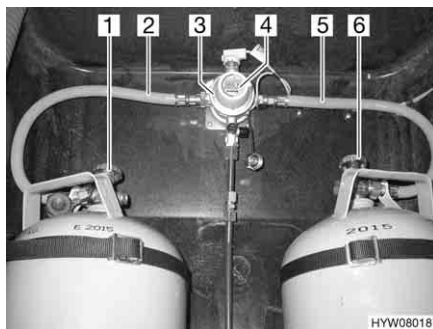
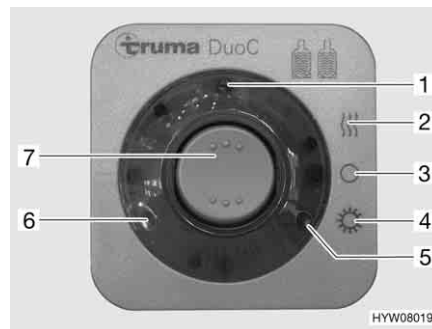

Fig. 46 Impianto di commutazione DuoControl
Fig. 47 Centralina di controllo
L'impianto di commutazione DuoControl è costituito da una valvola di commutazione (Fig. 46,3) e da una centralina di controllo (Fig. 47). La valvola di commutazione è installata tra i tubi del gas (Fig. 46,2 e 5). Con la manopola (Fig. 46,4) sulla valvola di commutazione è possibile stabilire, quale delle bombole del gas viene utilizzata come bombola in uso e quale bombola del gas viene utilizzata come bombola di riserva.
Sulla centralina di controllo (Fig. 47) possono venire azionate solo le funzioni elettriche. Le valvole principali di arresto delle bombole del gas (Fig. 46,1 e 6) devono essere aperti manualmente.
La valvola di commutazione garantisce una pressione del gas costante, indipendentemente da quale bombola provenga l'alimentazione del gas. Le due spie di controllo sulla centralina di controllo indicano il livello di riempimento della bombola in uso. Se è accesa la spia di controllo verde (Fig. 47,6), la bombola in uso è piena. Se è accesa la spia di controllo rossa (Fig. 47,5), la bombola in uso è vuota. Il rifornimento di gas avviene poi tramite la bombola di riserva.
- Aprire le valvole principali di arresto delle bombole del gas (Fig. 46,1 e 6).
- Con la manopola (Fig. 46,4) sulla valvola di commutazione (Fig. 46,3) selezionare la bombola del gas, da cui proviene la principale alimentazione del gas (bombola in uso).
- Sulla centralina di controllo (Fig. 47) attivare l'impianto di commutazione DuoControl.
Posizionare l'interruttore a bilico (Fig. 47,7) su funzionamento invernale "On e riscaldamento" (Fig. 47,2) oppure su funzionamento estivo "On" (Fig. 47,4). La valvola di commutazione è ora disareata. La spia di controllo gialla (Fig. 47,1) è accesa, se si seleziona la modalità di funzionamento invernale e l'impianto antighiaccio con regolatore è attivato.
- Portare l'interruttore a bilico (Fig. 47,7) in posizione "O" (Fig. 47,3). La spia gialla di controllo (Fig. 47,1) si spegne.
- Chiudere le valvole principali di arresto delle bombole del gas (Fig. 46,1 e 6).
Le spie di controllo sulla centralina di controllo (Fig. 47,5 e 6) segnalano all'interno del veicolo, se la bombola in uso è pronta al funzionamento.
Se la spia di controllo verde (Fig. 47,6) si spegne durante il funzionamento e la spia di controllo rossa (Fig. 47,5) si accende, significa che la bombola del gas selezionata come bombola in uso è vuota e deve essere sostituita. La bombola di riserva continua ad alimentare le utenze a gas.